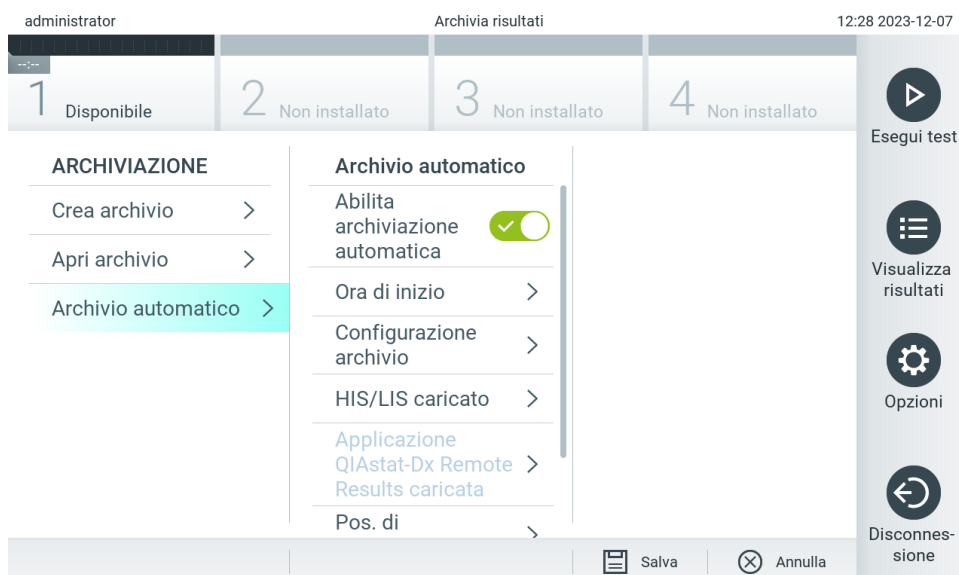

Figura 84. Opzioni di Automatic Archive (Archivio automatico).
2. Premere **Automatic Archive** (Archivio automatico) e attivare la funzione (Figura 84).